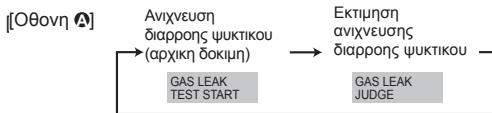

Fig. 8-2
- ② Πατηστε το κουμπi Θ CLOCK (▽) και επιλεξτε [GAS LEAK TEST START] (ΕΝΑΡΞΗ ΔΟΚΙΜΗΣ ΔΙΑΡΡΟΗΣ ΑΕΡΙΟΥ). (Fig. 8-2)